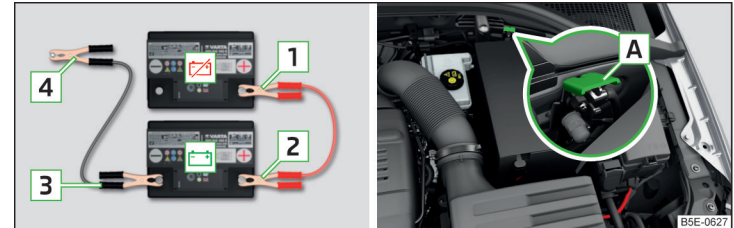

Abb. 336 Starthilfe: ☹ - entladene Batterie, ☺ - stromgebende Batterie / Massepunkt des Motors beim START-STOPP-System
- Bei Fahrzeugen **mit** dem START-STOPP-System die Klemme **4** am Massepunkt des Motors **A** befestigen » Abb. 336.